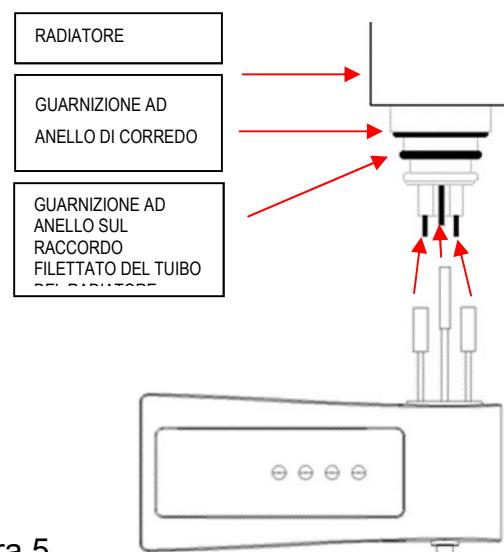

Figura 5
3. Togliere con attenzione i conduttori dall'apertura nella parte alta del regolatore e collegarli al radiatore elettrico. Nei prodotti di classe I collegare il contatto cilindrico sul connettore giallo-verde sulla spina del radiatore. Collegare i cavi rossi, che sono interscambiabili, nei contatti piatti (figura 5).